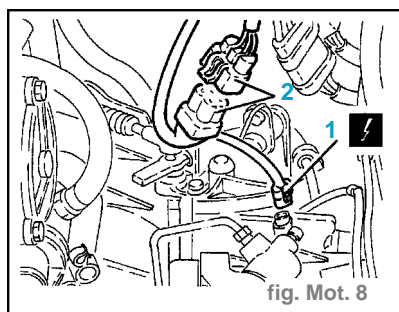

fig. Mot. 8
- Débrancher la connexion électrique (1) de l'interrupteur des feux de marche arrière. (fig. Mot.8)